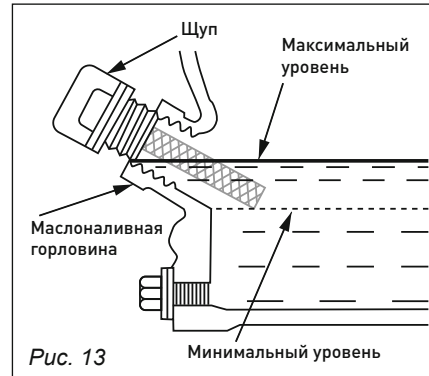

Рис. 13
2. Открутите пробку горловины для заливки масла в картер (рис. 13).
Залейте моторное масло (заправочный объем см. таблицу п. 2 «Технические характеристики»), произведите визуальную проверку уровня масла, при правильном уровне моторное масло должно доходить до края резьбы заливной горловины (рис. 13).